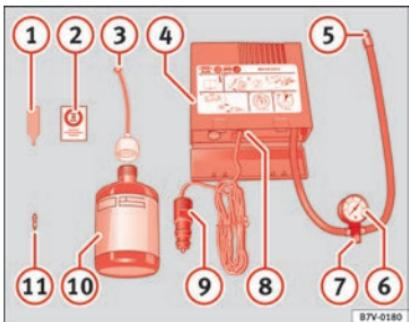

Fig. 69 Représentation standard : contenu du kit anticrevaison.
- Dévissez le capuchon et l'obus de la valve du pneu. Utilisez l'appareil »» **fig. 69 ①** pour extraire l'obus. Placez-le sur une surface propre.
- Agitez fortement la bouteille de produit de colmatage des pneus »» **fig. 69 ⑩**.
- Vissez le tuyau de gonflage »» **fig. 69 ③** sur la bouteille de produit de colmatage. Le plombage du goulot de la bouteille est automatiquement percé.
- Retirez le bouchon du tuyau de remplissage »» **fig. 69 ③**, puis vissez l'extrémité ouverte du tuyau sur la valve du pneu.
- Placez de nouveau l'obus de valve sur la valve du pneu avec l'outil »» **fig. 69 ①**.
- Vissez le tuyau de gonflage du pneu du compresseur »» **fig. 69 ⑤** sur la valve du pneu.
- Vérifiez si la vis d'évacuation d'air est serrée »» **fig. 69 ⑦**.
- Branchez le connecteur »» **fig. 69 ⑨** à une prise de courant de 12 volts du véhicule »» **page 169**.
- Raccordez le compresseur d'air au commutateur ON/OFF »» **fig. 69 ⑧**.